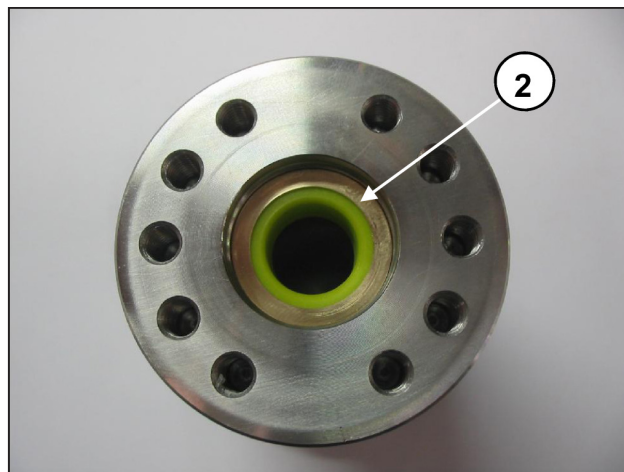
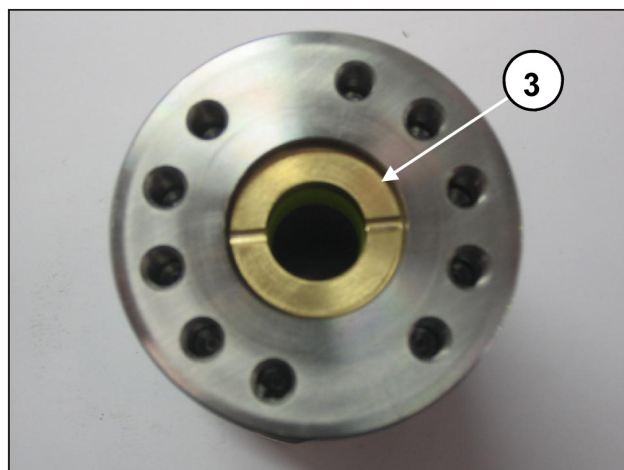
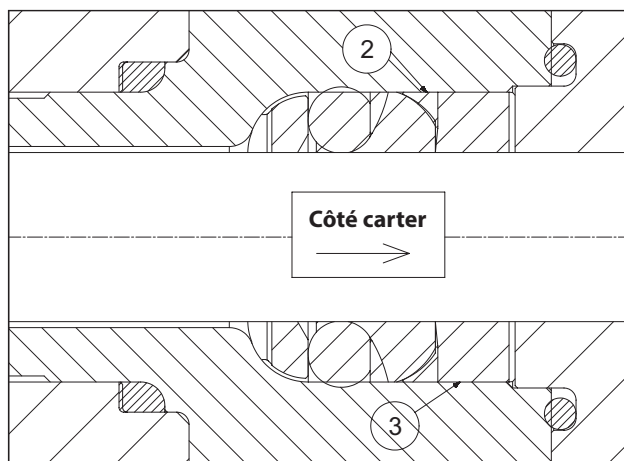

Fig. 42
Fig. 43
Fig. 44
- Introduire l'anneau anti-extrusion ② et la douille pour joints ③ en les positionnant comme le montrent les Fig. 42, Fig. 43, Fig. 44.
Introduire la douille pour joints ③ dans le support avec les orifices d'évacuation tournés vers l'extérieur (côté carter) comme le montrent les Fig. 43 et Fig. 44.